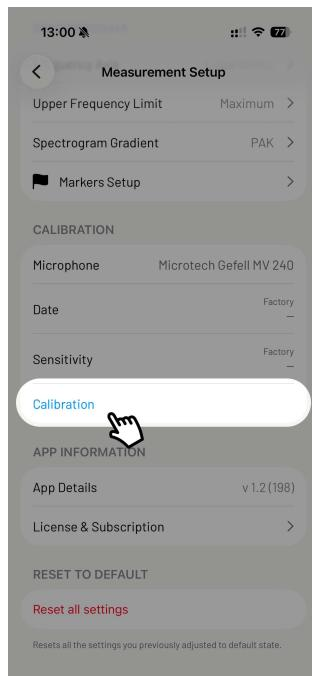

Abbildung 7.1: Start der Kalibrierung.
4. Öffnen Sie das Einstellungsmenü über die entsprechende Kachel auf dem Startbildschirm oder über das Zahnrad ☰ oben rechts und tippen Sie weiter unten auf „Calibration“ (Abbildung 7.1).